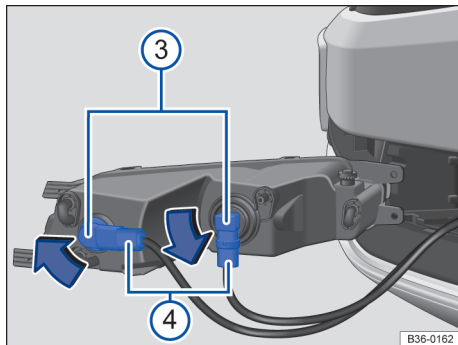

Fig. 222 Substituir a lâmpada incandescente do farol.
- ④ Retirar para frente o farol do para-choque → Fig. 222.
- ⑤ Destruvar e retirar o conector → Fig. 222 ④ da lâmpada incandescente queimada.
- ⑥ Para destravar a lâmpada incandescente → Fig. 222 ③, girá-la no sentido da seta e retirá-la do farol.
- ⑦ Substituir a lâmpada incandescente queimada por uma lâmpada incandescente nova do mesmo modelo.
- ⑧ Introduzir a lâmpada incandescente → Fig. 222 ③ no farol e girar até o batente no sentido contrário da seta → Fig. 222 para a posição original.
- ⑨ Verificar se a lâmpada incandescente está instalada com firmeza.
- ⑩ Encaixar o conector → Fig. 222 ④ na lâmpada incandescente até ouvir que ela foi travada.
- ⑪ Encaixar o farol no para-choque. ▶